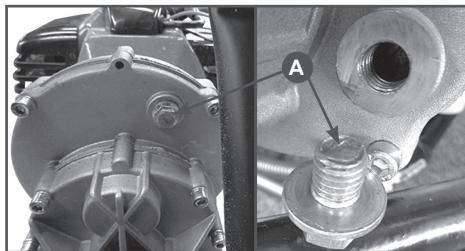

Рис. 2 Проверка наличия смазки
1. Выкрутите болт (A) под блоком редуктора и проверьте наличие смазки (Рис. 2). При необходимости добавьте 50-100 г универсальной смазки (Рис. 15).